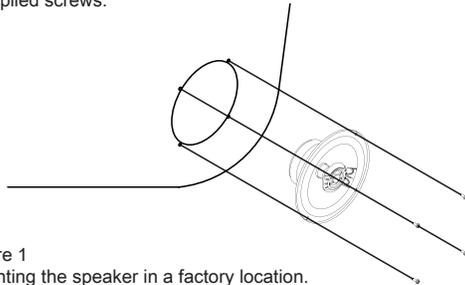
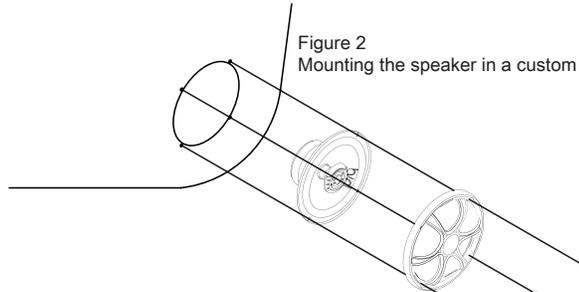

Figure 1
Figure 2
1. Many vehicles already have factory locations (Figure 1) to house the "DROP IN" feature of the RX Component speakers. If no existing locations are available or are not used, check the desired location for adequate cutout area and any depth obstructions. Make sure to allow sufficient clearance for window tracks, structural braces, trunk lid springs, etc.
Phoenix Gold has provided a foam mounting gasket. When installing your new component speakers in a factory location make sure to use the foam mounting gasket as shown in figure 1. For reverse mounted speakers place the foam gasket in front of the speaker. This will ensure an air tight seal for your RX speakers. For more custom applications, or cases where the factory grill will not be used, a high excursion protective grill has been provided. When installing your new component speakers with the provided RX grill use figure 2.
De nombreux véhicules ont déjà des emplacements d'usine (Figure 1) pour la fonctionnalité "DROP IN" de la Système de Composantes RX Series. Si aucun des emplacements existants n'est disponible ou s'ils ne sont pas utilisés, vérifiez l'emplacement désiré pour la découpe adéquate et des obstacles en profondeur. Assurez-vous de laisser suffisamment de dégagement pour les pistes de la fenêtre, les ferrures structurales, l'amortisseur arrière, etc
Phoenix Gold a fourni un joint statique de montage en mousse. Lors de l'installation de vos nouveaux système de composantes dans une usine, assurez-vous d'utiliser les joints statiques de montage en mousse comme le montre la figure 1. Pour les haut-parleurs montés à l'envers, placez le joint en mousse en face du haut-parleur. Ceci assurera un joint étanche à l'air pour vos haut-parleurs RX Series.
Lors de l'installation de vos nouveaux système de composantes avec la grille R Series fournie, utilisez la figure 2.